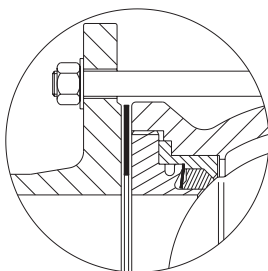

Fig. 3
5. Se till att ventil och packningar blir rätt centrerade och att rätt packningskvalitet används. Ventilens avstängningsfunktion är beroende av att packningen på inloppssidan överför trycket från anslutningsfläns till täckbricka. (Fig. 3 och 4).